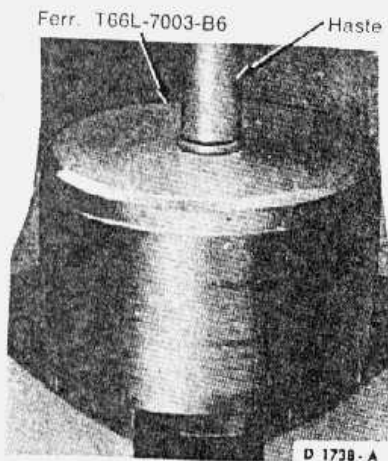

fig. 89 — instalação da bucha do tambor da cinta de ré e baixa
2. Instalar uma bucha nova com a ferramenta mostrada pela fig. 89.